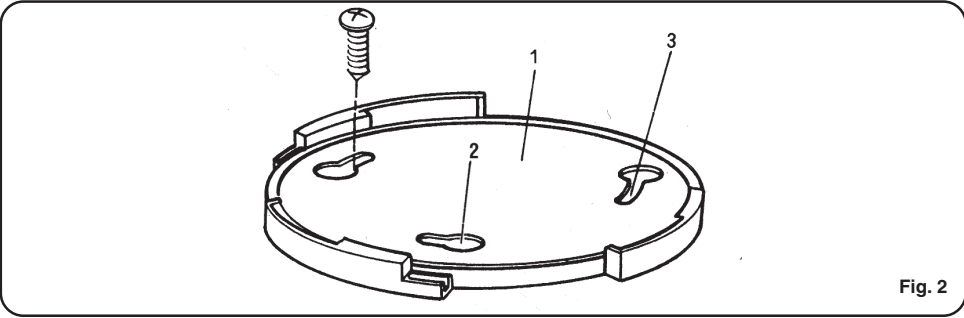

Fig. 2
Pour fixer la pompe, utiliser les oeillets du bouchon du filtre (voir fig.2, pos.1). Puis enlever les inserts du bouchon du filtre. On peut insérer 3 vis dans la partie la plus large des oeillets (voir fig.2, pos.2) et faire tourner le bouchon du filtre dans le sens contraire des aiguilles d'une montre afin que les vis fixent le bouchon en glissant sur la partie la plus étroite de l'oeillet (fig. 2, pos. 3).Après avoir fixé le bouchon du filtre, il faut insérer la pompe dans ses guides (voir fig.3, pos. 4) et la faire tourner dans le sens contraire des aiguilles d'une montre pour la fixer (fig. 5).